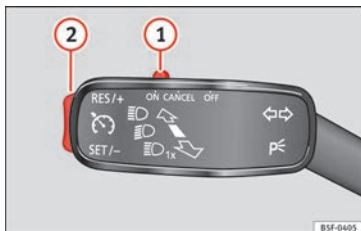

Fig. 188 Manípulo das luzes indicadoras de mudança de direção e dos máximos: botões do regulador de velocidade.
- Mova o interruptor ① » **Fig. 188** para a posição **ON**.
- Quando tiver alcançado a velocidade a programar, pressione brevemente a parte inferior do botão basculante ② na posição **SET**.
- Pressione o botão basculante ② » **Fig. 188** » Página 188 na posição **RES**.
- A velocidade programada pode ser diminuída pressionando o botão ② » **Fig. 188** » Página 188 na posição **SET**.
- Se soltar o botão a uma velocidade inferior a 30 km/h (19 mph), não será programada nenhuma velocidade, e a memória é apagada. Para programá-la, tem de atingir uma velocidade superior a 30 km/h (19 mph) e pressionar novamente o botão ② na posição **SET**.
O regulador de velocidade é **desativado temporariamente** deslocando o comutador ① » **Fig. 188** » Página 188 para a posição **CANCEL**, ou pressionando o pedal do travão ou da embraiagem.
– Mova o interruptor  » » » **Fig. 188** » » » **Página 188** para a posição **OFF**.